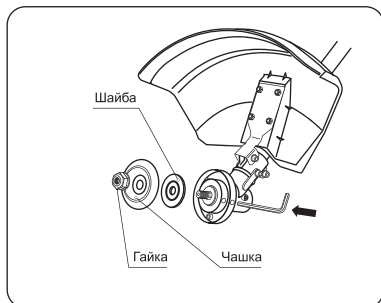

рис. 4
Вращая гайку по часовой стрелке, снимите ее, а также чашку и шайбу со шпинделя редуктора – см. рис. 4.
1. Совместите отверстие во фланцевой шайбе с отверстием в чашке редуктора (рис. 4). Вставьте металлический стопорный стержень в отверстие чашки редуктора и в отверстие фланцевой шайбы.